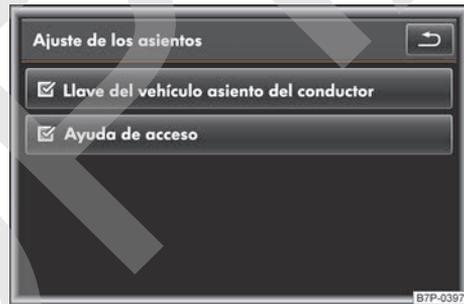

Fig. 71 Sistema de infotainment: menú de los ajustes del asiento del conductor con función de memoria.
- Active la casilla de verificación del botón de función  pulsándola → fig. 71.
→ fig. 71.